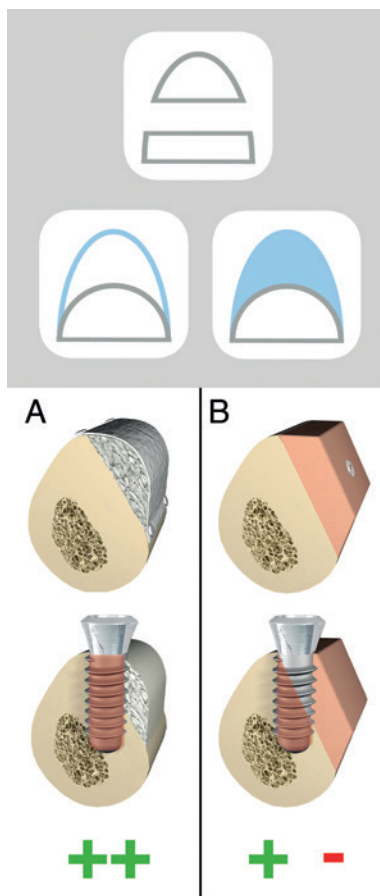

Abb. 1: Gegenüberstellung der Schalen- (A) und Blocktechniken (B).
- Insgesamt kann zwischen drei Techniken unterschieden werden (Abb. 1):